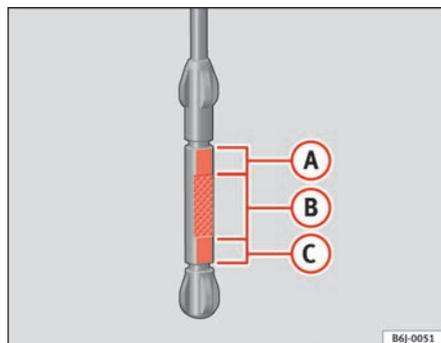

Fig. 125 Astina di misurazione livello olio motore
- In seguito, estrarla di nuovo e controllare il livello dell'olio ⇒ fig. 125. Se necessario, rabboccare dell'olio.